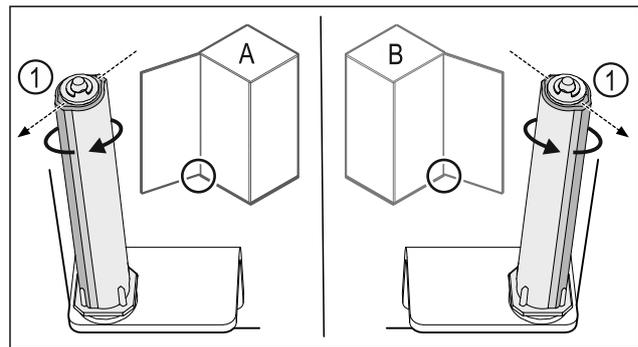

Fig. 30 Butée à gauche (A) / butée à droite (B)
- ▶ Tourner le système de fermeture contre la résistance jusqu'à ce que son arête Fig. 30 (1) pointe vers l'extérieur.